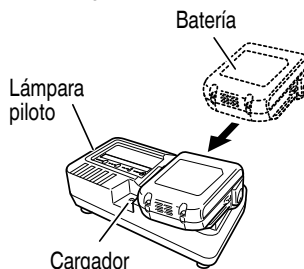

Fig. 6
2. Inserte la batería en el cargador de baterías. Inserte la batería en el cargador de baterías como se muestra en la Fig. 6.